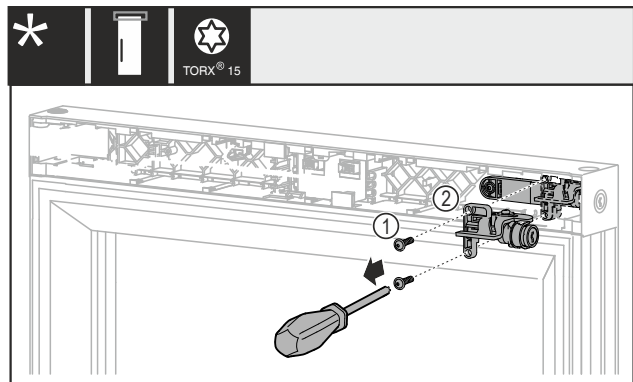

Fig. 10
- Schroeven Fig. 10 (1) verwijderen.
- Mechanisch slot Fig. 10 (2) wegnemen.